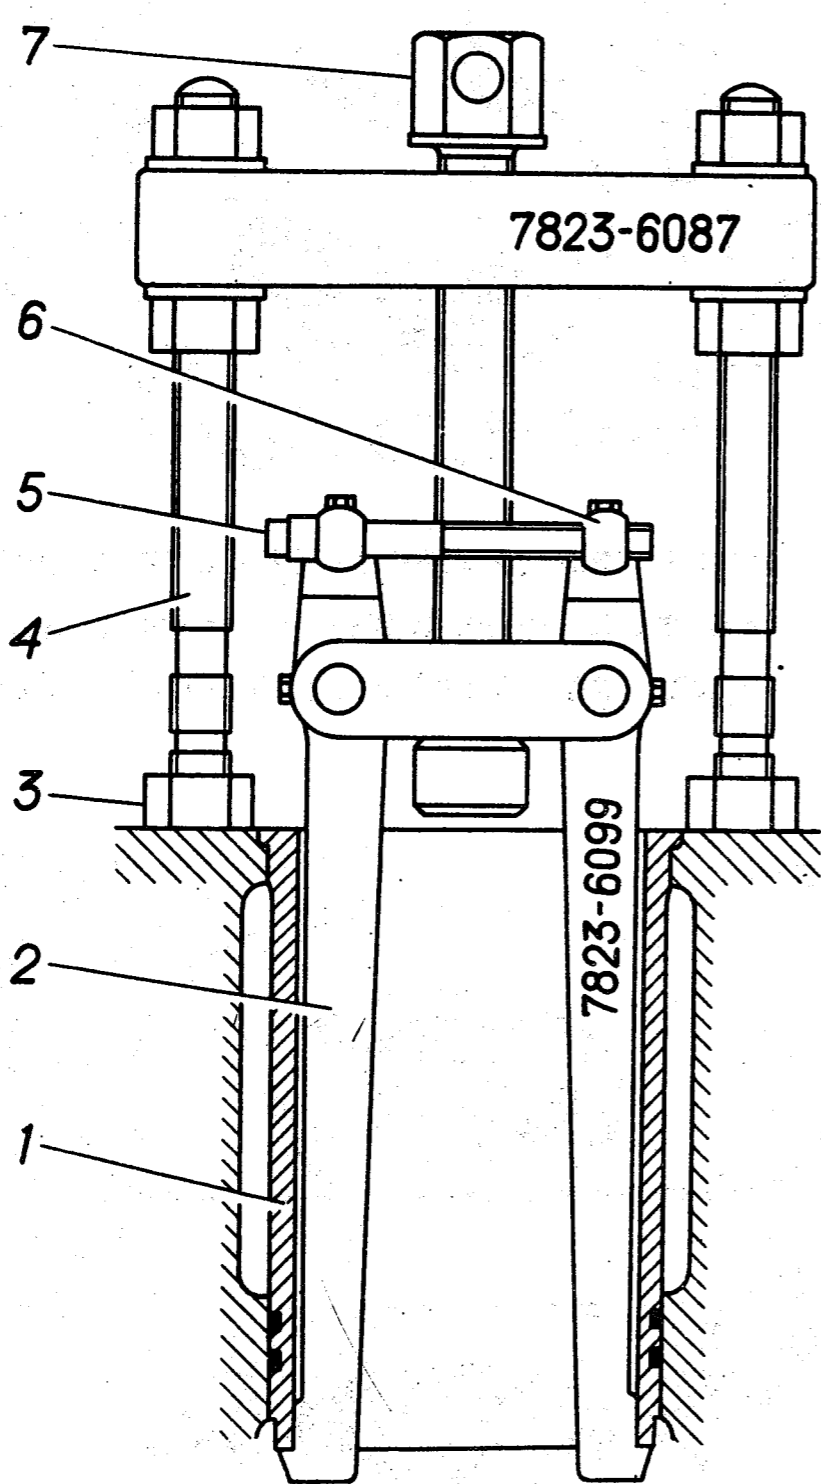

Рис. 51. Выпрессовка гильзы из блока цилиндров комбинированным съемником:
- с помощью комбинированного съемника (рис. 51) выпрессовать старую гильзу. Комбинированный съемник состоит из съемника 7823-6087 и захвата 7823-6099. Вставив лапки съемника в цилиндр двигателя, следует упереть шпильки 4 в блок и раздвинуть лапки разжимным болтом 5. Далее, вращая винт 7, выпрессовать гильзу из цилиндра;